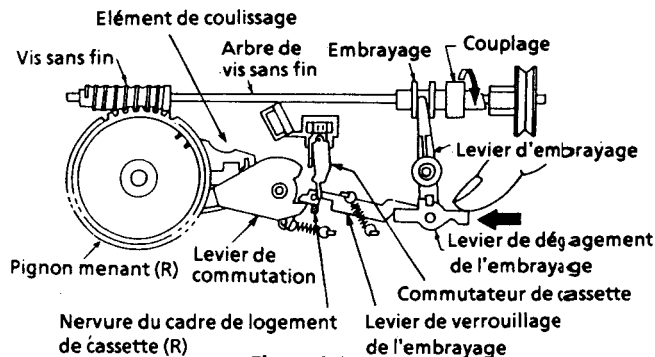

Figure 1-16.
1. Déplacer l'élément de coulissage en tournant le couplage dans le sens de la flèche (sens des aiguilles d'une montre) jusqu'à ce que l'élément de coulissage soit au fond de la gorge, comme indiqué sur la Figure 1-16. (Mode de chargement).
2. Lorsque la position est réglée comme indiqué sur la Figure 1-16, pousser à la main le levier de déagagement de l'embrayage dans le sens indiqué par la flèche jusqu'à ce que le levier de verrouillage de l'embrayage soit fermement bloqué par la nervure du cadre de logement de cassette (R).